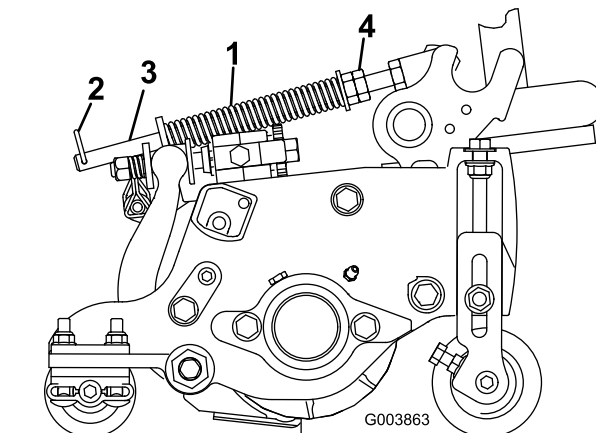

図 13
1. ヘアピンコッターがスプリングロッドの後の穴に差し込まれていることを必ず確認しておいてください（図 13）。
2. スプリングロッド前部の六角ナットを締め、スプリング（圧縮状態）の長さが 15.9 cm になるようにする（図 13）。